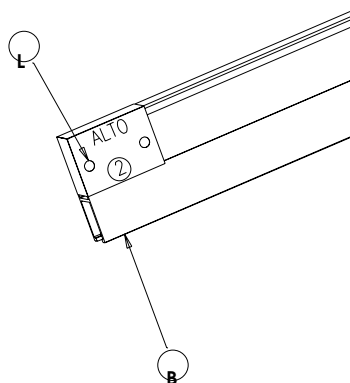

Fig.5
- 6) Posizionare sullo spezzone **B** la dima di foratura **L**, come in Fig.5. Tracciare e forare con una punta di $\varnothing 8$.
- 6) Locate the drilling template L on section B as shown in Fig. 5. Mark and drill through with a $\varnothing 8$ bit.
- 6) Positionner sur le tronçon B le gabarit de perçage L, d'après la Fig.5. Tracer et percer avec un foret de $\varnothing 8$.
- 6) Coloque sobre el trozo **B** la plantilla de taladrado **L**, tal y como se muestra en la Fig. 5. Trace y taladre con una broca de $\varnothing 8$.